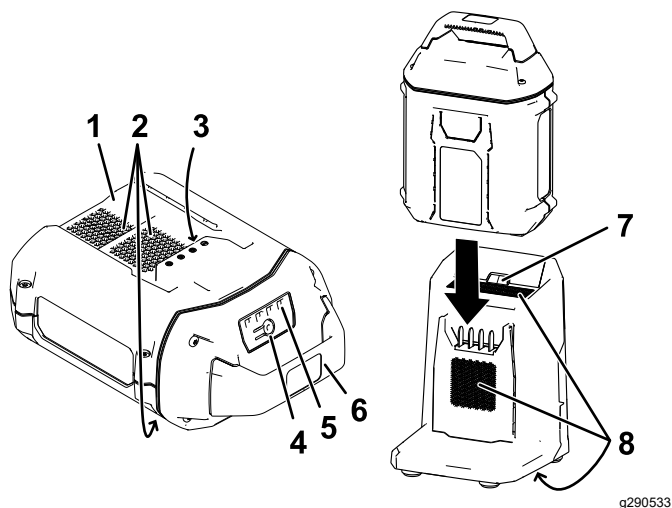

Figure 16
2. Alignez le creux de la batterie (Figure 16) sur la languette du chargeur.
3. Glissez la batterie dans le chargeur jusqu'à ce qu'elle soit complètement enclenchée (Figure 16).